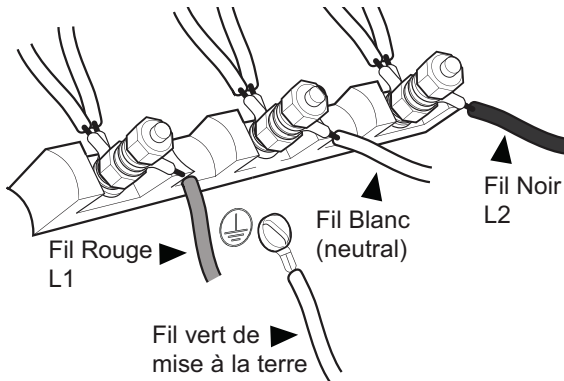

Figure 18 : Connexion à quatre fils
4. Fixez le fil neutre mis à la terre du circuit d'alimentation au plot central du bloc de jonction avec un écrou (voir la *Figure 18*).